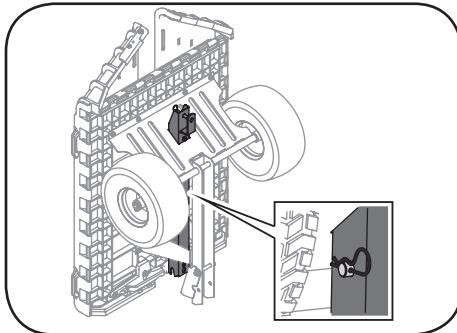

Figura 6-1
- Coloque el remolque en posición vertical sobre su extremo delantero. Consulte la Figura 6-1.
- Deslice el conjunto de lengüeta en la abertura de la ménsula de soporte del remolque tal como se muestra en la Figura 6-1.
- Fije el conjunto de lengüeta en su lugar con el pasador de horquilla y el pasador de chaveta que se muestran en el recuadro de la Figura 6-1.